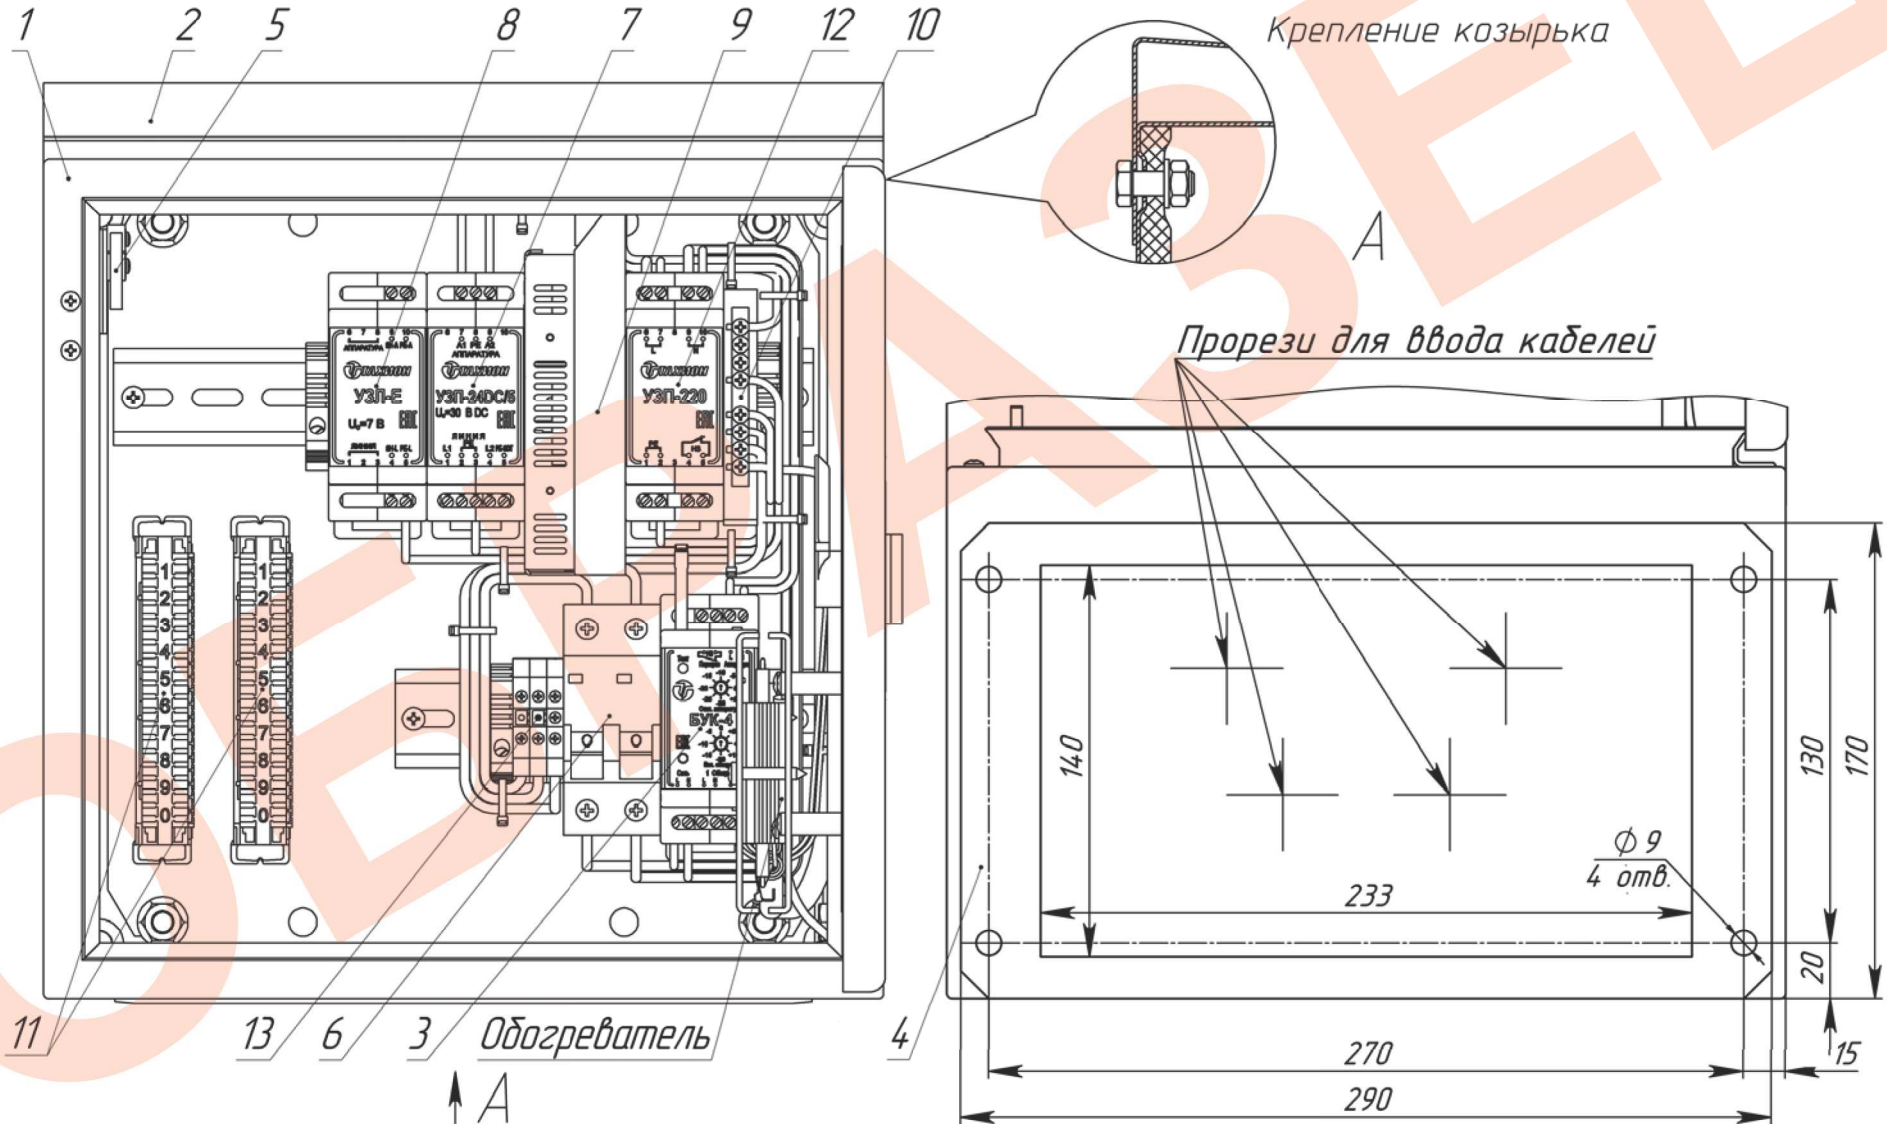

Рис. 1. Устройство термощафа (дверь открыта на 90°)
2. Продеть вводные кабели через прорези в термоизоляционном материале (рис.1 вид А).
- тамперный контакт S2 (рис.1) к внешнему устройству сигнализации через контакты 7 и 8 (4-я пара) плинты X3.
4. Подать напряжение питания 220В AC на клеммы X1, при этом фазный провод (L) соединить с контактом 1.1, нулевой провод (N) с контактом 2.1, а провод заземления соединить с контактом 3.1 (PE).